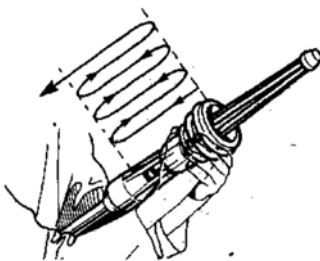

Figure 3
7. **Amener** le soufflet le plus près possible de la partie cylindrique de l'outil et le laisser revenir jusqu'à mi-course (figure 3).